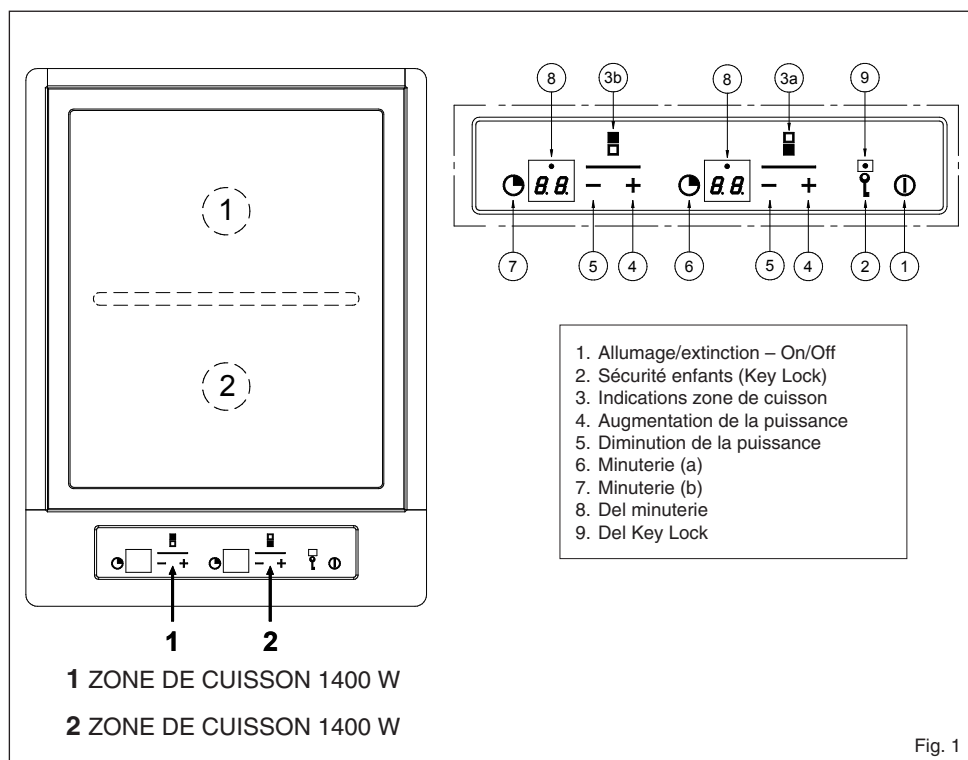

Fig. 1
- Le niveau de puissance sur lequel on peut lire la sélection (voir Fig. 1 rep. 8) permet de maintenir une température constante. On évite ainsi une surchauffe des aliments, en faveur d'une cuisson pauvre en graisses, tout en en préservant le contenu nutritif.
Mise en marche / arrêt du Touch Control (Fig. 1)
Les niveaux de cuisson et de puissance des zones de cuisson s'affichent sur un écran (rep. 8 Fig. 1).